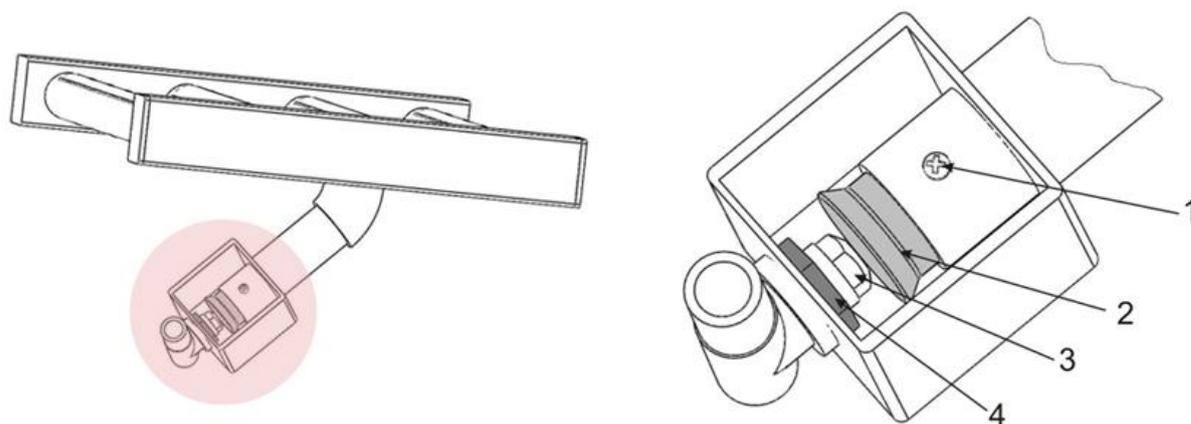

Рис.2. Устройство смесителя горелки гриля
- Найдите смеситель соответствующей горелки (рис.2). Если гриль напольный, то доступ к смесителю горелки возможен снизу, под корпусом гриля.
- Ослабьте отверткой винт крепления цилиндра шибера 1 (рис.2).
- Перемещая цилиндр шибера 2 (рис.2), добейтесь нормального горения пламени.
- При достижении нормального горения пламени затяните винт 1 (рис.2).
- Найдите смеситель горелки (рис.2). Если гриль напольный, то доступ к смесителю горелки возможен снизу, под корпусом гриля.
- Ослабьте отверткой винт крепления цилиндра шибера 1 (рис.2) и сдвиньте шибер 2 (рис.2).
- Удерживая муфту подводящей медной трубки, отверните сопло 3 (рис.2) ключом на 12.